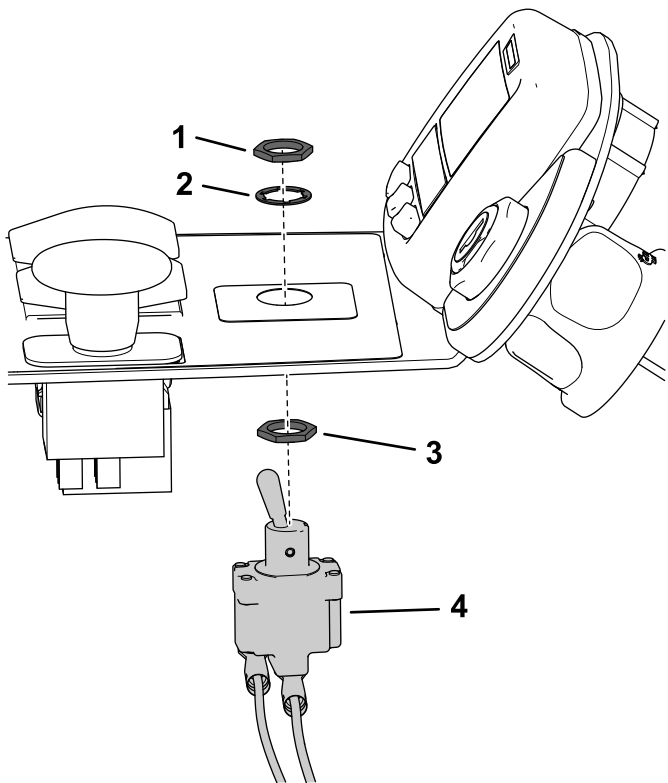

Figura 21
8. Instale el interruptor basculante en el taladro de 13 mm desde debajo de la consola; consulte en Figura 21 la orientación correcta de la contratuerca hexagonal y la arandela.